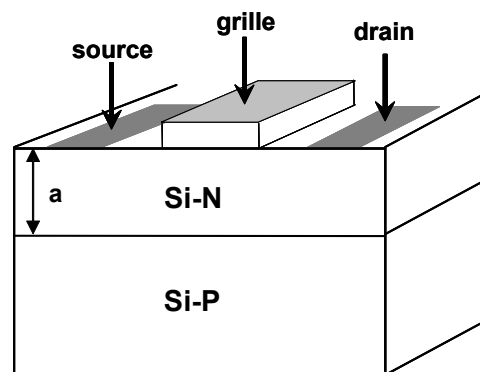

Figure 2
Sur la figure 2, on considère la structure simplifiée d'un transistor JFET à canal N ayant les propriétés suivantes : $N_A = 1 \times 10^{19} \text{ cm}^{-3}$, $N_D = 2 \times 10^{17} \text{ cm}^{-3}$ et $a = 0,2 \text{ }\mu\text{m}$.
- b. En considérant que le courant inverse de grille est essentiellement un **courant de génération**, calculer la valeur de ce courant I_g . On supposera un canal de largeur $Z = 1 \text{ }\mu\text{m}$ (non représenté sur le schéma de la figure 2) et de longueur $L = 1 \text{ }\mu\text{m}$. Le temps de vie des porteurs sera de $\tau = 20 \text{ ns}$. Que pouvez-vous en conclure quant à l'impédance d'entrée équivalente du transistor ?